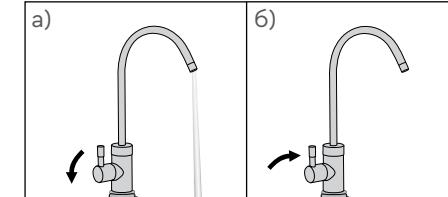

рис. 6.3
- Демонтируйте фильтроэлемент. Для этого поверните его против часовой стрелки на 90° и выньте из головы фильтра (рис. 6.3).